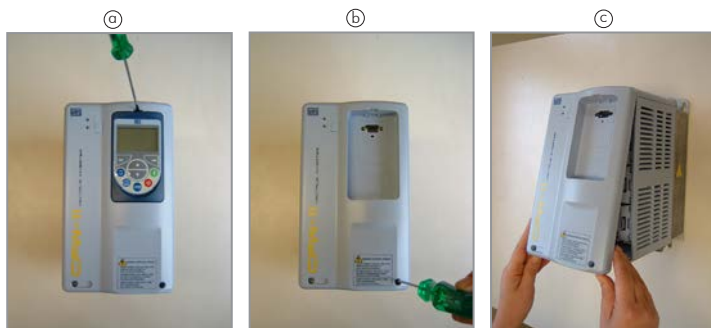

Figura 2: Remoção da tampa frontal
Passo 1: Com o inversor desenergizado, retire a tampa frontal do CFW11 (figura 2);